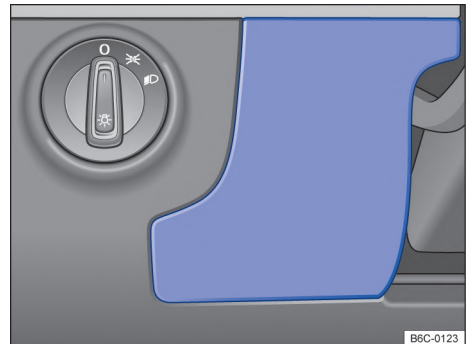

Fig. 171 Del lado del conductor en el panel de instrumentos: cubierta de la caja de fusibles.
- Sostener la cubierta de la caja de fusibles → fig. 171 y tirarla hacia adelante.